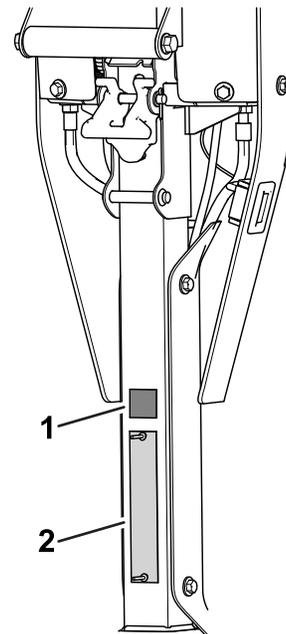

Figure 6
- Appliquez l'autocollant CE/UKCA au-dessus de la plaque du numéro de série (Figure 6).